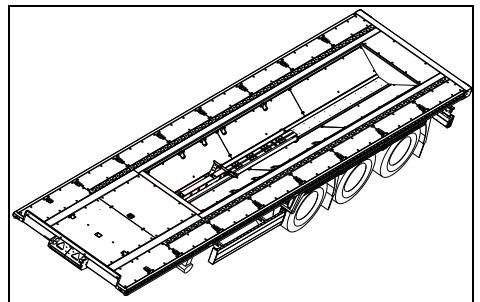

Figura 5 Depositar en la cuna portabobinas
- 2 Depositar los puntales en la cuna portabobinas (Figura 5).
- 5 Depositar los pilares en la cuna portabobinas (Figura 5).
- 9 Depositar los soportes transversales con los pernos cuadrados por arriba en la cuna portabobinas (Figura 5).